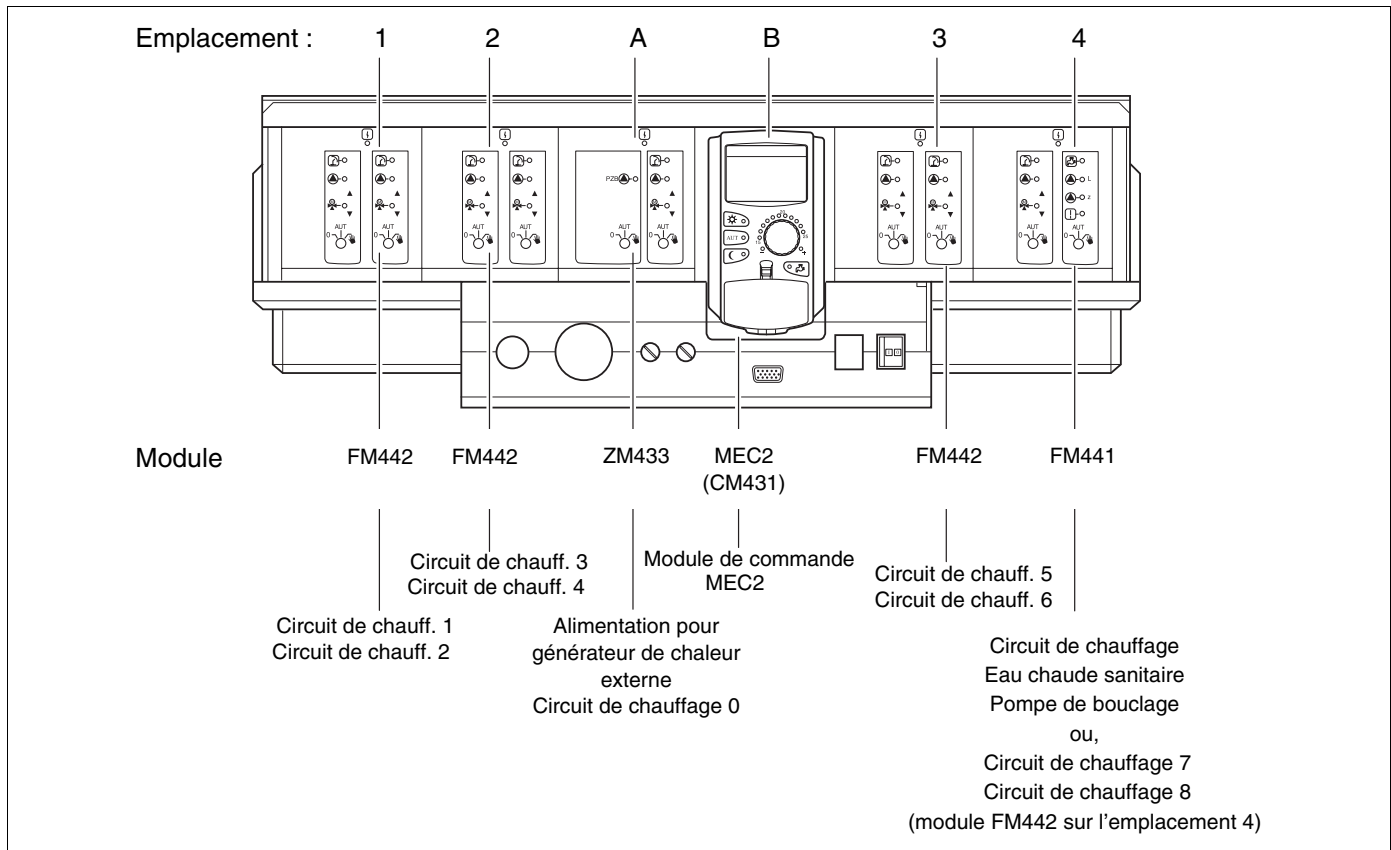

Fig. 5 Équipement du module (possibilité d'équipement complet)
- Mettez l'appareil de régulation en marche en plaçant l'interrupteur principal sur "I" (voir fig. 5, page 14).
- Arrêtez l'appareil de régulation en plaçant l'interrupteur principal sur "0" (voir fig. 5, page 14).